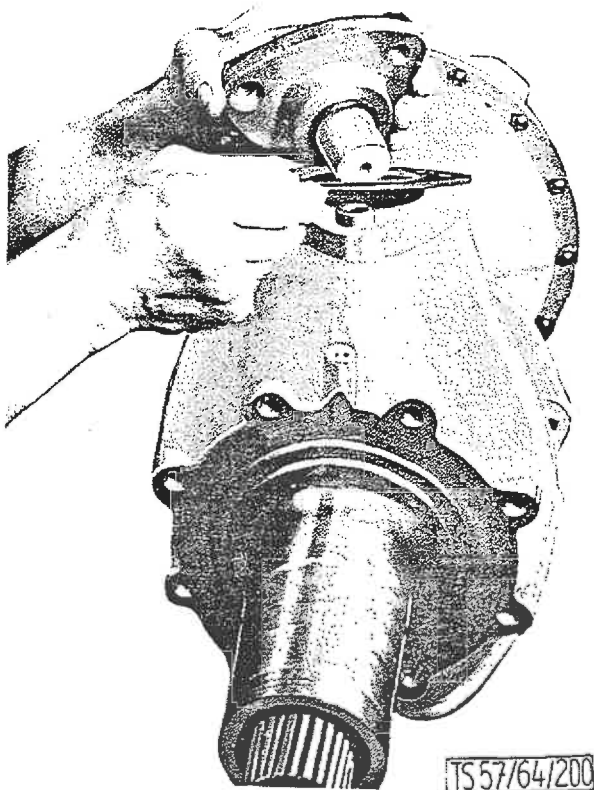
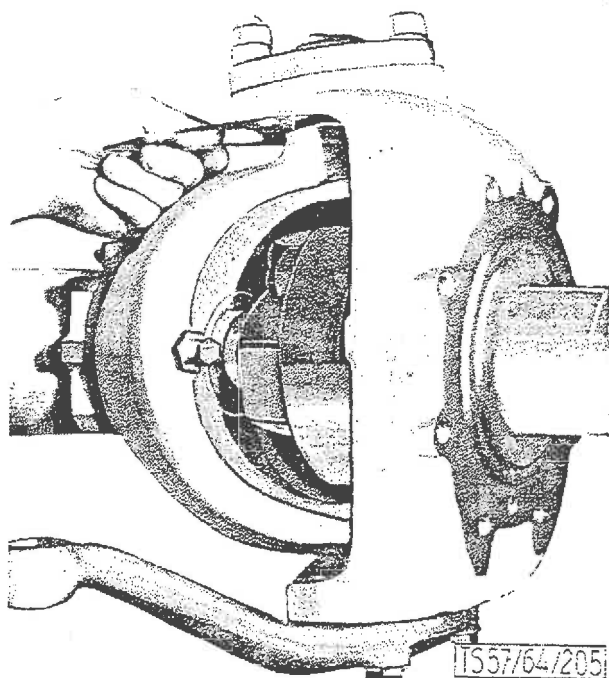

BILD 21: Deckel zum Achsschenkelbolzen montieren.
Bild 22: Ermittlung der Einstellscheibenstärke
8. Lenkhebel bzw. Deckel mit Achsschenkelbolzen montieren. Mann verwende dabei die gleichen Einstellbleche (18/1) die bei der Demontage vorhanden waren (Bild 21). Bei Ersatz von Teilen muß die Stärke der Einstellbleche neu ermittelt werden. Dazu schraubt man provisorisch den Lenkhebel fest und hebt den Achsschenkel. Nun gleicht man das Spiel zwischen Lenkhebel und Achsschenkel mit Einstellblechen aus, die man seitlich einschiebt (Bild 22). Man trachtet dabei durch Verwendung von dicken Einstellblechen, deren Anzahl so klein wie möglich zu halten. Nun kann der Lenkhebel abgeschraubt und mit den ermittelten Einstellblechen endgültig montiert werden. Die Nyloc-Muttern werden mit einem Moment von 11,5 mkg angezogen, bei kadmierten Muttern, gal.verzinkte Muttern sind mit 14,5 mkg anzuziehen. Nach dem Festziehen überprüfe man, ob der Achsschenkel sich leicht bewegen läßt und das Axialspiel unter 0,1 mm liegt. Gegebenenfalls durch Korrigieren des Einstellblech-Satzes diesen Zustand einstellen.